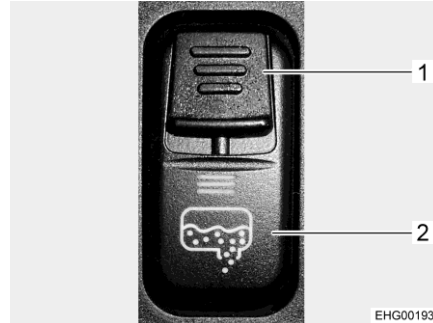

Bild 203 Wippschalter (Abwasserentleerung)
- Sicherungsschieber (Bild 203,1) am Wippschalter nach unten schieben und gleichzeitig Wippschalter (Bild 203,2) unten drücken. Das Ablassventil wird dadurch geöffnet und der Abwassertank wird entleert. Die LED leuchtet, solange das Ablassventil geöffnet ist.